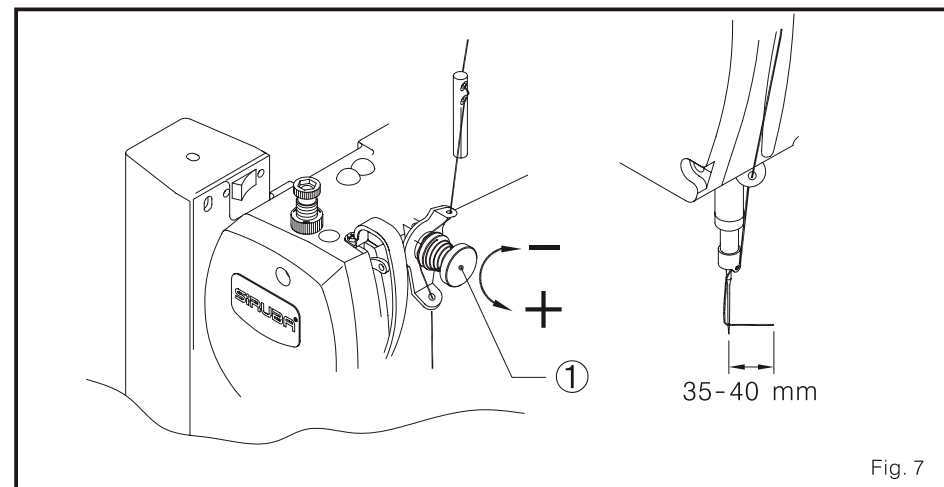

Fig. 7
3. aumentar a pressão do equipamento de controle de fio 1 farão que o longo do excesso do fio seja menor. Diminuir a pressão do equipamento de controle de fio 1 farão que o longo do excesso do fio seja maior. Gire o equipamento de controle do fio 1 para conseguir os ajustes queridos. (Fig. 7)